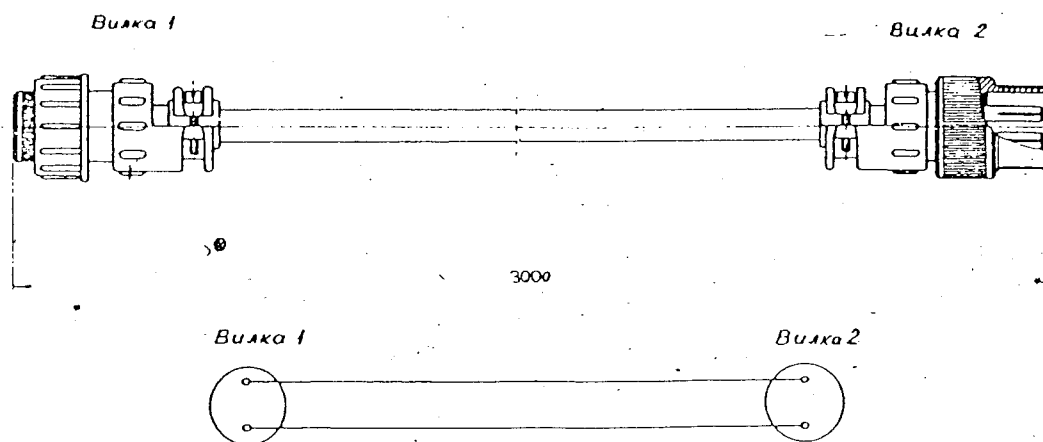

Рис. 6.18. Электропровод I6.08.0370
Снять с поперечной противопожарной перегородки съёмную крышку и проложить через перегородку электропровод I6.08.0370 (рис. 6.18.).
16.3.5. Электропроводом 16.08.0370 (рис. 6.18.) соединить приёмник, установленный в трубке 16.08.0320, с вилкой провода, отсоединенной от приёмника согласно пункту 16.3.2.